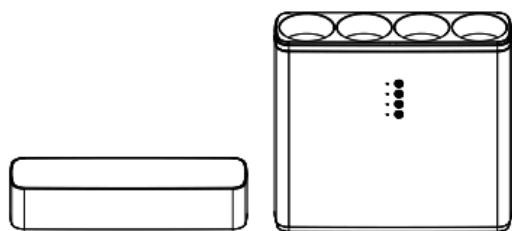

Fig. 1
2. Aprire il coperchio superiore in plastica dell'apparecchio (Fig. 1).